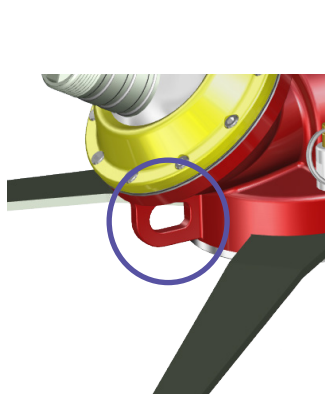

Fig. 4
- **1** - Accrocher la sangle fournie sur l'anneau d'arrimage (Fig. 4).